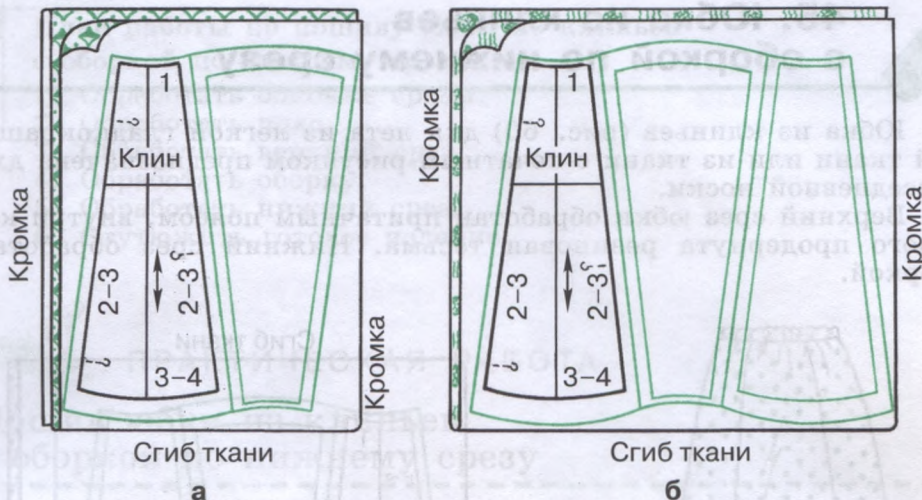

Рис. 58. Раскладка деталей выкройки юбки из шести клиньев:
1. Рассмотрите рисунок 58, выполните раскладку деталей выкройки юбки из шести клиньев на ткани.